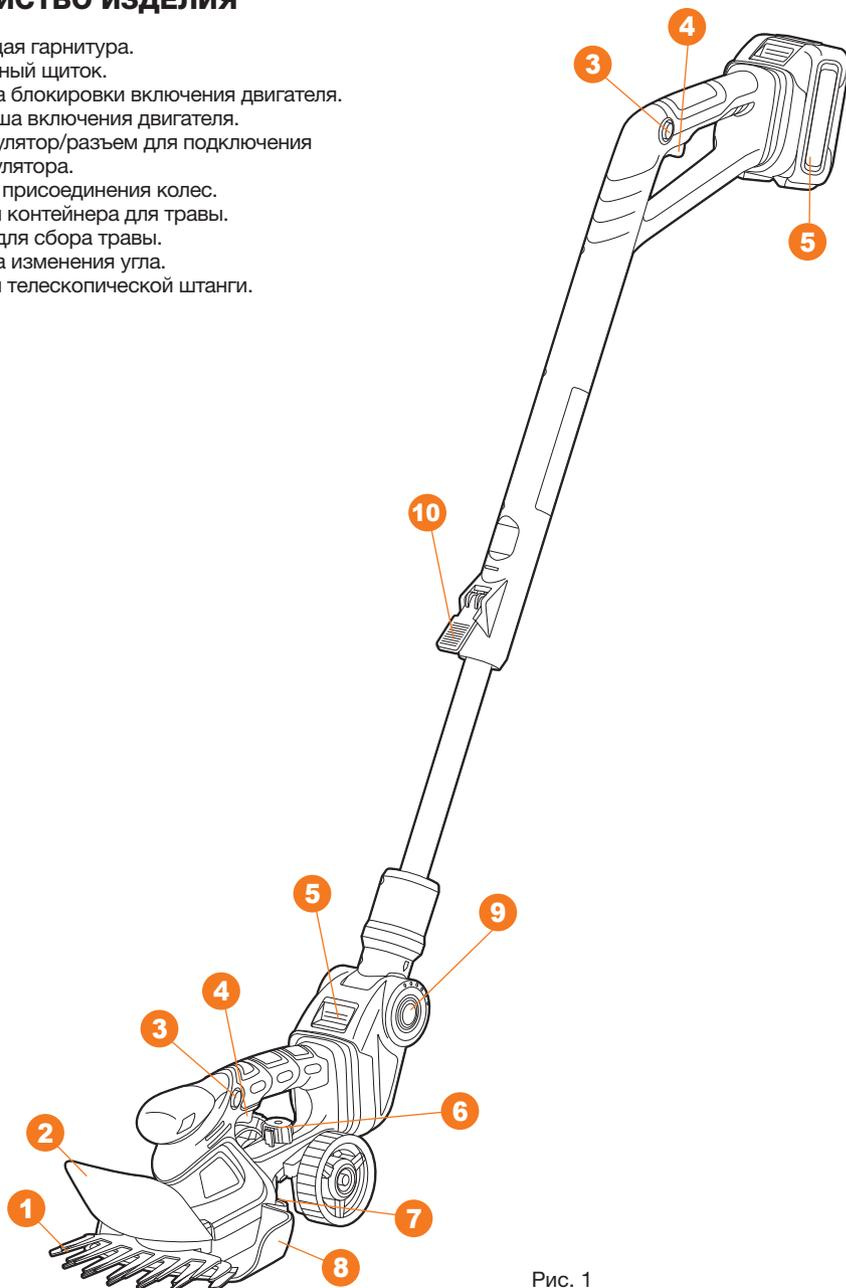

Рис. 1
- Установите телескопическую рукоятку в разъем подключения аккумулятора **5** (Рис. 1).
- Установите аккумуляторную батарею **5** (Рис. 1) в телескопическую рукоятку.
- Ослабьте зажим **10** (Рис. 1) телескопической рукоятки, вытяните на необходимую длину и закрепите зажав зажим.
- При необходимости изменения рабочего положения изделия - зажмите кнопку смены угла **9** (Рис. 1) и переведите в необходимое положение.
- Установите аккумуляторную батарею в разъем инструмента **5** (Рис. 1) до щелчка.
- Для извлечения аккумуляторной батареи зажмите фиксатор **5** (Рис. 1) и извлеките батарею из разъема.
- Зажмите кнопку блокировки **3** (Рис. 1).
- Нажмите клавишу включения **4** (Рис. 1) – двигатель заработает и ножи начнут перемещение.